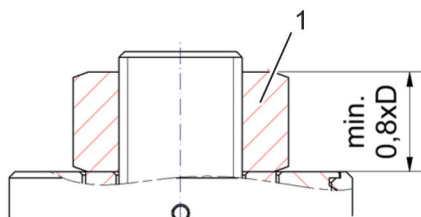

Рис. 30: Затяжная гайка, обеспечиваемая заказчиком
Гидравлический ключ PSEF применяется с затяжной гайкой, обеспечиваемой заказчиком (Рис. 30/1).
Перекрытие резьбы навинчиваемой затяжной гайки (Рис. 30/1) на затягиваемом винте должно быть не менее 0,8 x D (D: диаметр резьбы).
1. ➤ Навинтить натяжную гайку, обеспечиваемую заказчиком (Рис. 30/1).
Перекрытие резьбы навинчиваемой затяжной гайки (Рис. 30/1) на затягиваемом винте должно быть не менее $0,8 \times D$ (D : диаметр резьбы).